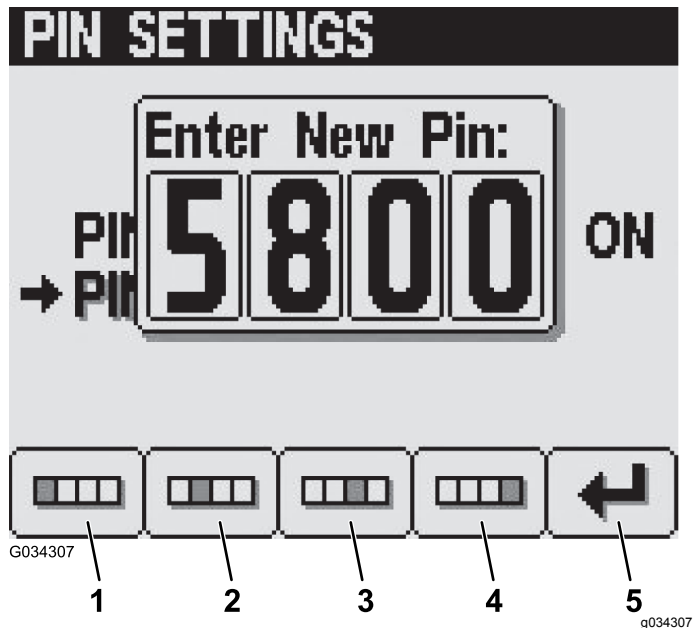

Figura 28
5. En la pantalla Introducir PIN nuevo, pulse los botones 1 a 4 para introducir su PIN nuevo. Cuando termine de introducir el PIN, pulse el botón 5 (Figura 28).